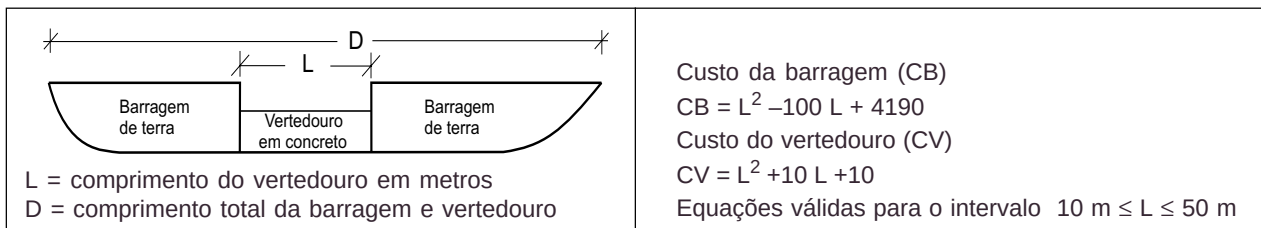

Figura 2 – Esquema da barragem e do vertedouro
- * No local B, será feita uma barragem de terra com um vertedouro em concreto no corpo da barragem, como mostra a Figura 2. Os custos em unidades monetárias da barragem de terra e do vertedouro podem ser expressos pelas equações abaixo, em função do comprimento do vertedouro (L) em metros.